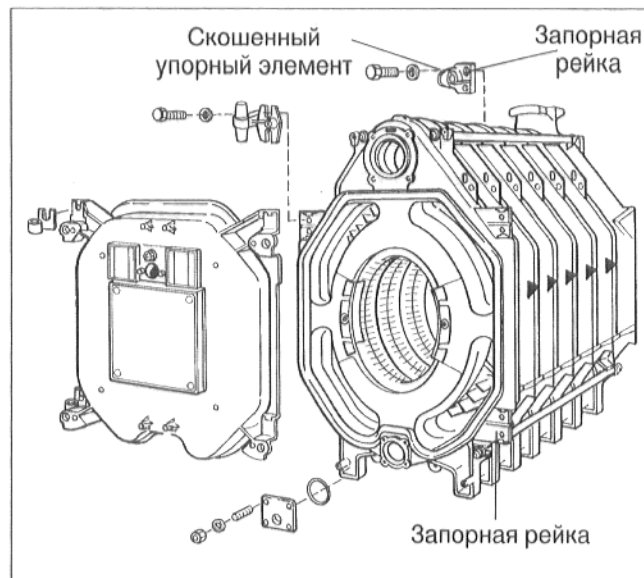

Рис. 23: на рисунке не изображен монтаж производимый на заводе.
- Привинтить каждую запорную рейку, с упорным скошенным ребром для дверцы горелки, двумя винтами М 12 x 55 к переднему элементу, соответственно рис. 23 (справа). Скошенная упорная часть должна всегда находиться на внутренней части котла. Если дверца должна быть подвешена слева, то монтаж производится соответственно справа.